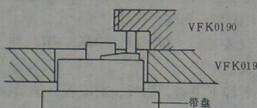

图 1-26 带盘高度调整 (2)
3) 参看图 1-26, 测量一个带盘(供带盘)的顶部, 确认此值与上一步条件下所测得的数值之差。然后, 对另一个带盘(收带盘)进行同样的测量与确认。